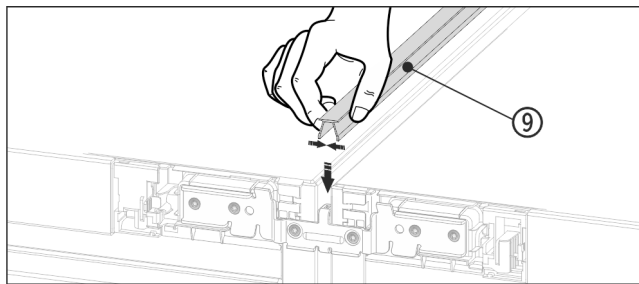

Fig. 19
► Në pjesën e sipërme, ngjishni shiritin mbulues Fig. 19 (9) të shkurtër në hapësirën horizontale.